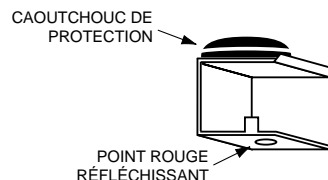

FIGURE 9. VISUALISATION DES FALSCEAUX
2. Installer le localisateur de faisceau comme indiqué par la suite (se reporter à la figure 9 et 10).